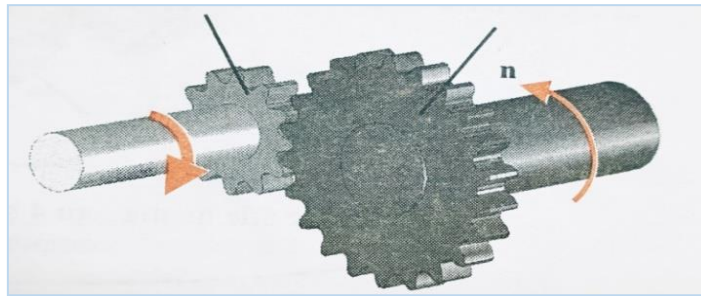

Fig.5
2. Identificarea elementelor componente ale unei transmisii prin roți dințate din Fig.5.